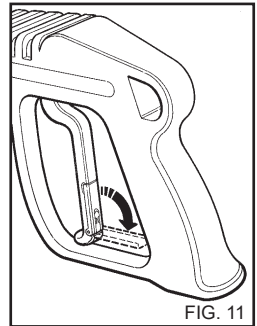

FIG. 11
- Quando l'idropulitrice non viene utilizzata chiudere il dispositivo di sicurezza dell'impugnatura (fig. 11).